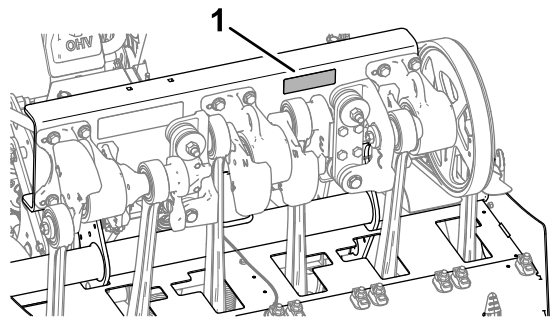

Figura 182
3. Verificați elementele de fixare a capului de carotaj, elementele de fixare a mânerului motocultivatorului i prezoanele pentru a vă asigura că este menținut cuplul adecvat. Cerințele de cuplu ale elementelor de fixare sunt enumerate pe autocolantul cuplului de strângere a urubului situat pe canalul de suport al capului de carotaj (Figura 182).